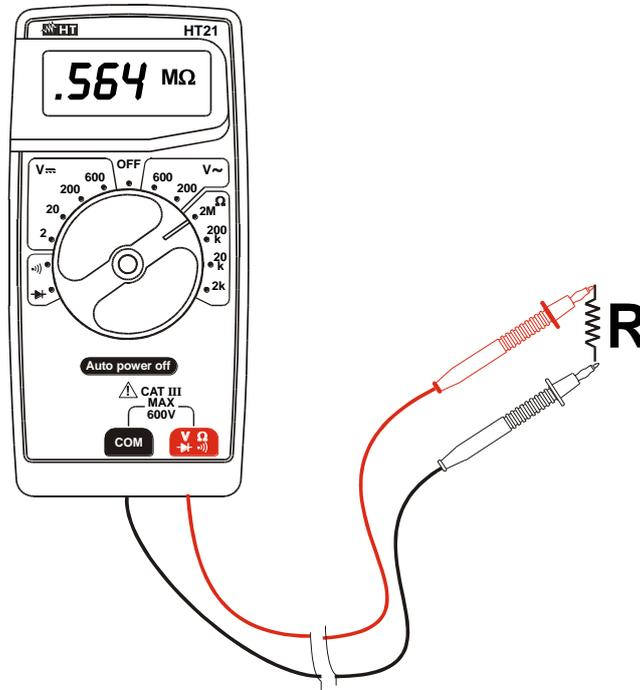

Fig. 4: Utilização do instrumento para efetuar medições de resistências
3. Colocar as ponteiros de teste nos pontos pretendidos do circuito em exame; o valor da resistência será apresentado no display. (ver Fig. 4).